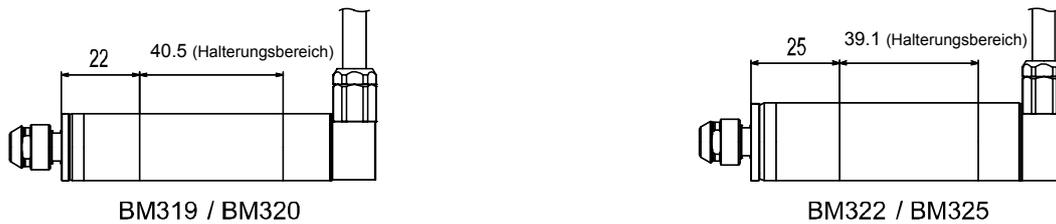

Abb. 23
- (1) Wenn Sie die Motorspindel montieren, nutzen Sie dazu den in den Spindelkörper eingeztzen Spannungsbereich (Abb. 23).